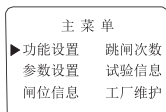

图 10
2) 【菜单】：可用于进入菜单，在设置及密码输入状态时做光标确定使用。如图10所示。进入菜单后，在闸位信息记录中，按【移位】、【递增】键，可查询最近几次的跳闸信息。